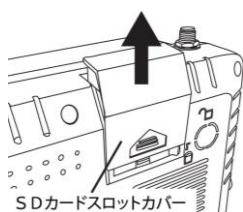
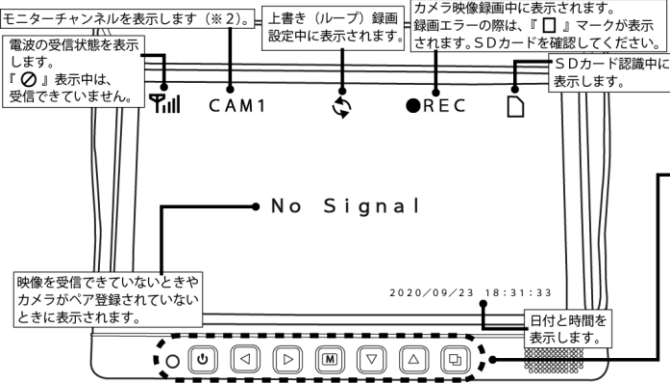

図2
図7
- ①モニター背面のSDカードスロットカバーを上方向に押し上げて取り外してください (図2参考)。
- ①『2, 取り付け、配線方法』の手順通りに配線された状態で、車輛のエンジンを始動させてください。
- ②エンジンが始動すると、モニターの“電源ランプ（電源ボタン）”が赤く点灯しスタンバイ状態となり、“電源ボタン”を押すとディスプレイにカメラ映像が映し出され起動します（図7参考）。
- ①『2, 取り付け、配線方法』を参考にし、モニターとカメラをDC12V/24V電源へ接続してください。
- ②『●電源のON/OFF』を参考にし、モニターを起動させてください。
- ③“上/下ボタン”を押して、チャンネルを“CAM1”に設定してください（図7参考）。
- ①モニターのSDカードスロットへSDカードが挿入されていることを確認してください（図2、3参考）。
- ③ディスプレイにカメラ映像が映し出された状態で、“決定ボタン”を3秒以上押しと録画が開始されます。録画が開始すると、ディスプレイ上部に“●REC”と表示されます（図7参考）。
- ④録画を停止する場合は、再度“決定ボタン”を3秒以上押ししてください。録画が停止すると、“●REC”は非表示となります。
また、録画ファイル再生中に“メニューボタン”を押すと、再生を停止することができます（図7参考）。